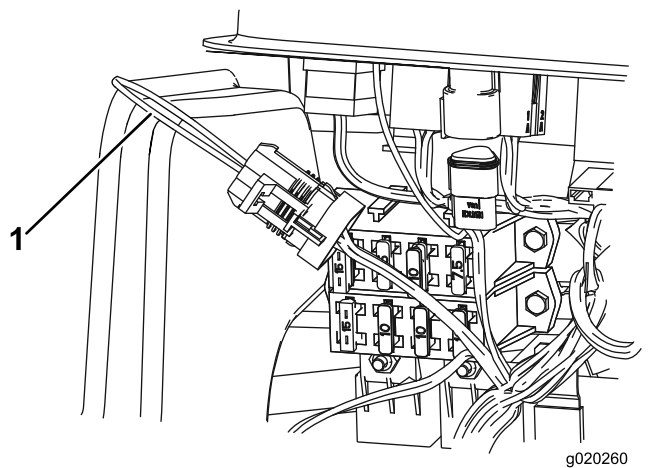

図 37
3. ワイヤハーネスと、ループバックコネクタを探し出す 図 37。